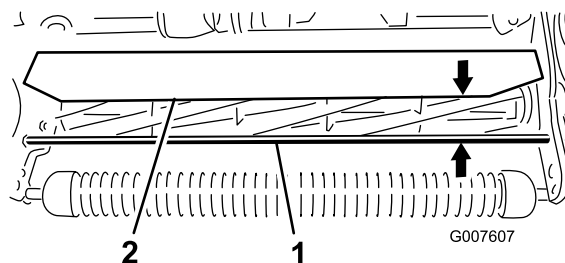

Figura 53
- Mida la distancia desde la parte superior de la varilla de soporte delantera hasta el borde delantero del deflector en cada extremo de la unidad de corte (Figura 53).